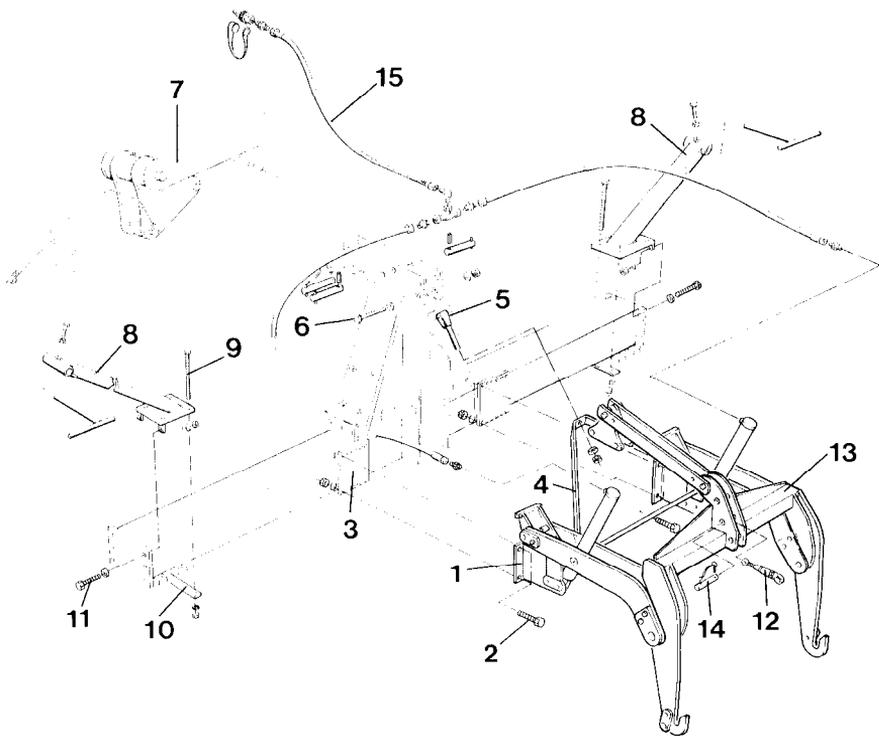

Fig. 47
- Abstützrahmen (Fig. 47/1) beidseitig mit 4 Skt.-Schrauben M12x35 (Fig. 47/2) am Rahmenseitenteil (Fig. 47/3) befestigen.
- Am oberen Dreipunkt der Rütteleger ist der Spannrahmen (Fig. 47/4) mit der Spannschraube (Fig. 47/5) und der Skt.-Schraube M20x100 (Fig. 47/6) zu befestigen.
- Der Oberlenkerbock (Fig. 47/7) ist am oberen Dreipunkt der Rütteleger nach Fig. 47 zu befestigen und zu sichern.
- Seitenstützen (Fig. 47/8) mit je 2 Skt.-Schrauben M12x160 (Fig. 47/9), 2 Gegenlaschen (Fig. 47/10) und 2 Skt.-Schrauben M12x60 (Fig. 47/11) außen am Rahmenseitenteil zusammen mit den Abstützungsteilen für die Packerwalze anschrauben. Bei der RE/REV 25 entfallen die 2 Skt.-Schrauben M12x60 (Fig. 47/11), und die Seitenstütze wird mit 4 Skt.-Schrauben M12x160 (Fig. 47/9) befestigt.
- Den kurzen Oberlenker (200–260 mm – Fig. 47/12) am oberen Anlenkpunkt der Sämaschine und am Kupplungsrahmen (Fig. 47/13) mit dem Bolzen \varnothing 25x100 mm lang (Fig. 47/14) abstecken und Sämaschine gerade ausrichten.
- Den vormontierten Hydraulikschlauch (Fig. 47/15) unterhalb des Spannrahmens und des Oberlenkerbocks des „Huckepack“-Systems verlegen und an den Hydraulikzylindern anschließen.